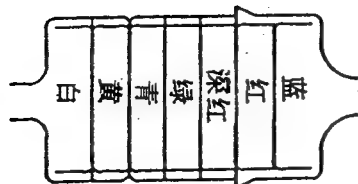

图2-15
3. 调节FL5303(1.1MHz再现贝尔滤波器), 使红色与蓝色的平坦部分重合, 达至图2-15的所示要求。